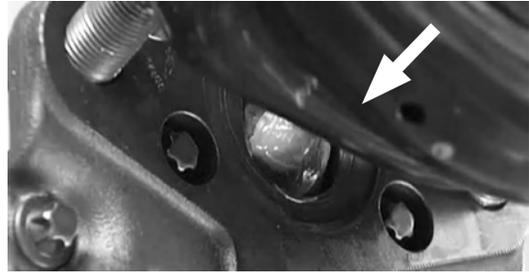

Figura 46: Instalación de la cámara de freno
6. **Coloque** la cámara de freno en el caliper del freno (Figura 46).